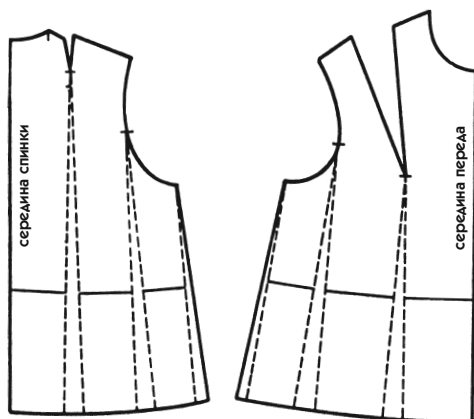

Рис. 356
6. Для объемных бедер одного этого расширения может быть недостаточно, если боковые срезы начерчены параллельно. Поэтому здесь следует сделать дополнительное расширение: 2—3 см на фалду (см. рис. 356). После этого надо подправить линию проймы.
7. Для получения значительного расширения предпочтительнее распределить его величину равномерно (на фалду примерно по 4 см) между 6 полосами лекала. По каждому боковому срезу добавляется половина фалды. Обратите внимание, что фалды, идущие от вытачек, получаются путем частичного «вращения» самих вытачек (см. рис. 356, на котором вытачки стали более узкими).